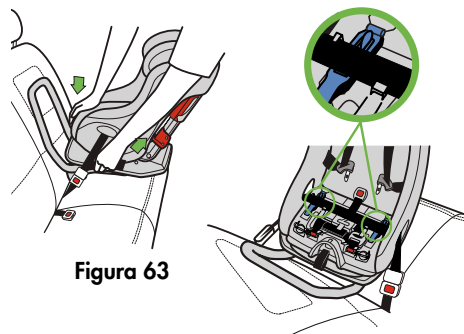

Figura 63
- Presione el centro del asiento de seguridad para oprimir el cojín del vehículo y tire del extremo del cinturón de regazo a fin de apretarlo, como se ilustra en la **figura 63**.